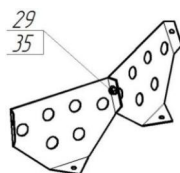

Рис.16
3.10. Преодолевая усилие пружины (16), оттянуть фиксатор (8) вниз и повернуть емкость на удобный угол. Прикрепить лопасти (17) к емкости нижней (2) и емкости верхней (12), с помощью болтов (21), шайб (14) и гаек (29), при этом, шайбы установить с наружной стороны емкостей.
Возможна комплектация бетоносмесителя сборными лопастями (рис. 16). В этом случае необходимо две полу-лопасти скрепить между собой болтом (35) и гайкой (29). После установить в бетоносмеситель с помощью болтов (21), шайб (14) и гаек (29).